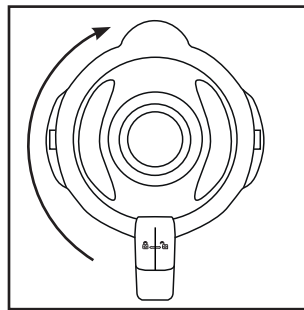

Abb.2
- 4) Drücken Sie den Deckel **2** versetzt wieder fest auf den Mixaufsatz **3** auf. Schließen Sie den Deckel **2**, indem Sie ihn im Uhrzeigersinn in die Position ↻ drehen, bis er hörbar einrastet (siehe Abb. 2). Achten Sie darauf, dass die Ausgießnase am Mixaufsatz **3** verschlossen ist. Nur wenn der Deckel **2** bündig aufgesetzt ist, kann der Motor starten.